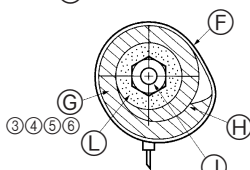

Fig. 7-3
- Ⓞ Соединительная секция (Fig. 7-3)